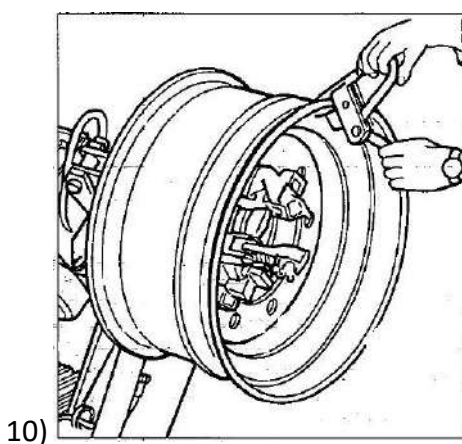

Рисунок 21
- 3) Прикрепите зажим ПК (струбцину) к внешнему краю обода в самой высокой точке (см. Рисунок 21).
- 3) Прикрепите струбцину к внешнему краю обода в самой высокой точке (см. Рисунок 21).